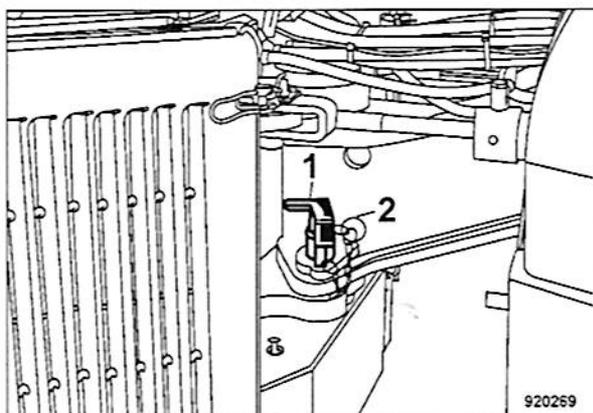

Fig. 108
- Retirar el pasador de seguridad 2 (Fig. 108).
- Alzar el seguro para la articulación de codo (1) y girarlo hacia la derecha hasta el perno de seguridad encaja.